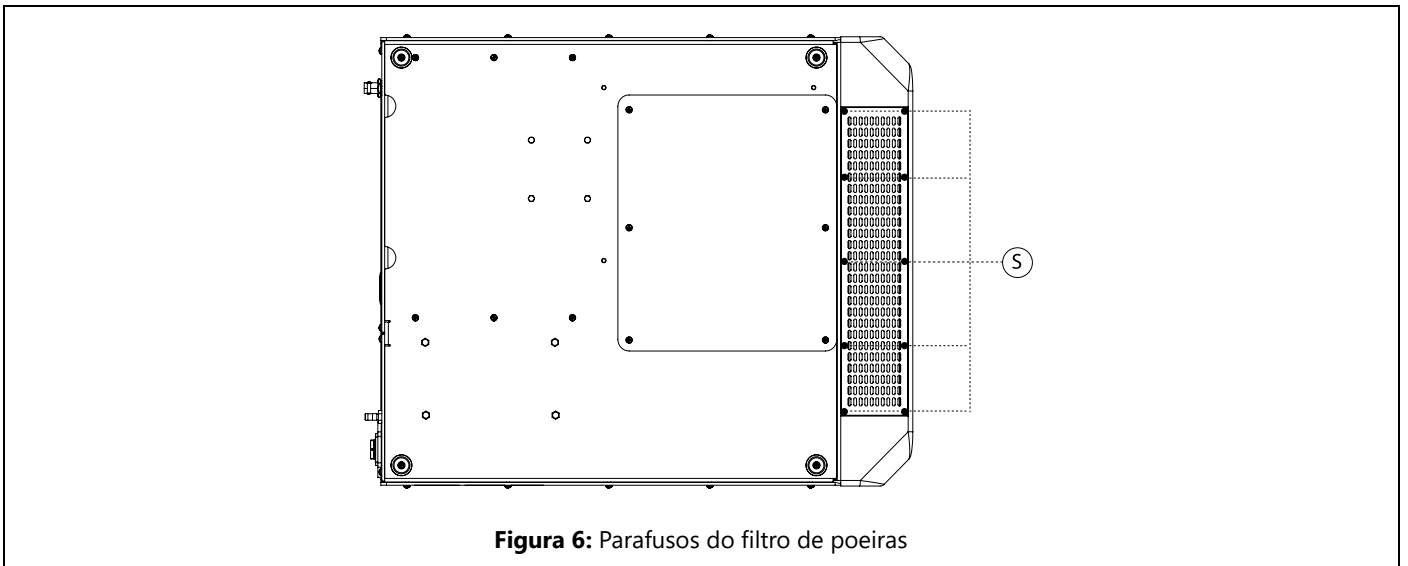

Figura 6: Parafusos do filtro de poeiras
4. Retirar o suporte do filtro de poeiras, desapertando os parafusos S (Figura 6). Repetir esta ação para todos os filtros de pó do Module;
7. Voltar a colocar o filtro de poeiras no seu suporte de filtro, aparafusando os parafusos S (Figura 6). Repetir esta ação para todos os filtros de pó do Module.